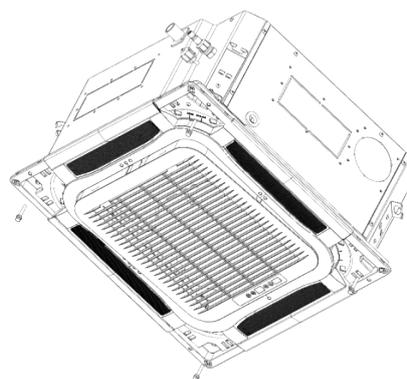

Fig. 4.4.5
- 3 Fixez les 4 vis sur les deux côtés du panneau, comme illustré à la Fig.4.4.5.